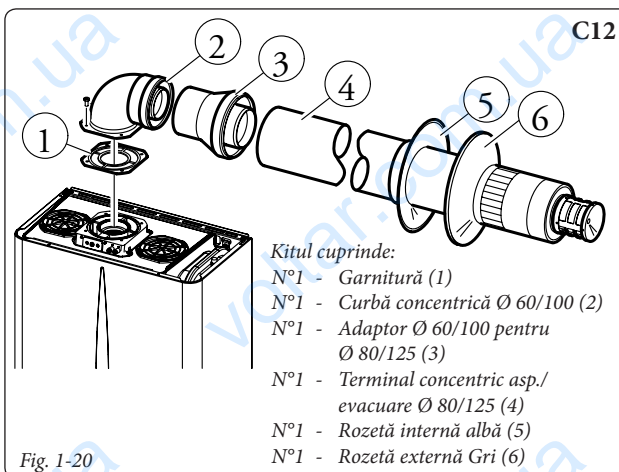

Fig. 1-20
- **Kit orizontal de aspirare - evacuare Ø 80/125.** Montaj kit (Fig. 1-20): instalați curba cu flanșă (2) pe orificiul central al centralei interpunând garnitura (1) și închideți cu șuruburile din kit. Cuplați adaptorul (3) cu latura moș (netedă), în latura babă a curbei (2) (cu garnituri cu calotă) până îl aduceți în tamponare. Cuplați terminalul concentric Ø 80/125 (4) cu latura moș (netedă), în latura babă a adaptorului (3) (cu garnituri cu calotă) până la aducerea în tamponare, asigurându-vă că ați introdus deja respectiva rozetă internă și externă, în acest fel se va obține etanșeitatea și articularea elementului care compun kitul.